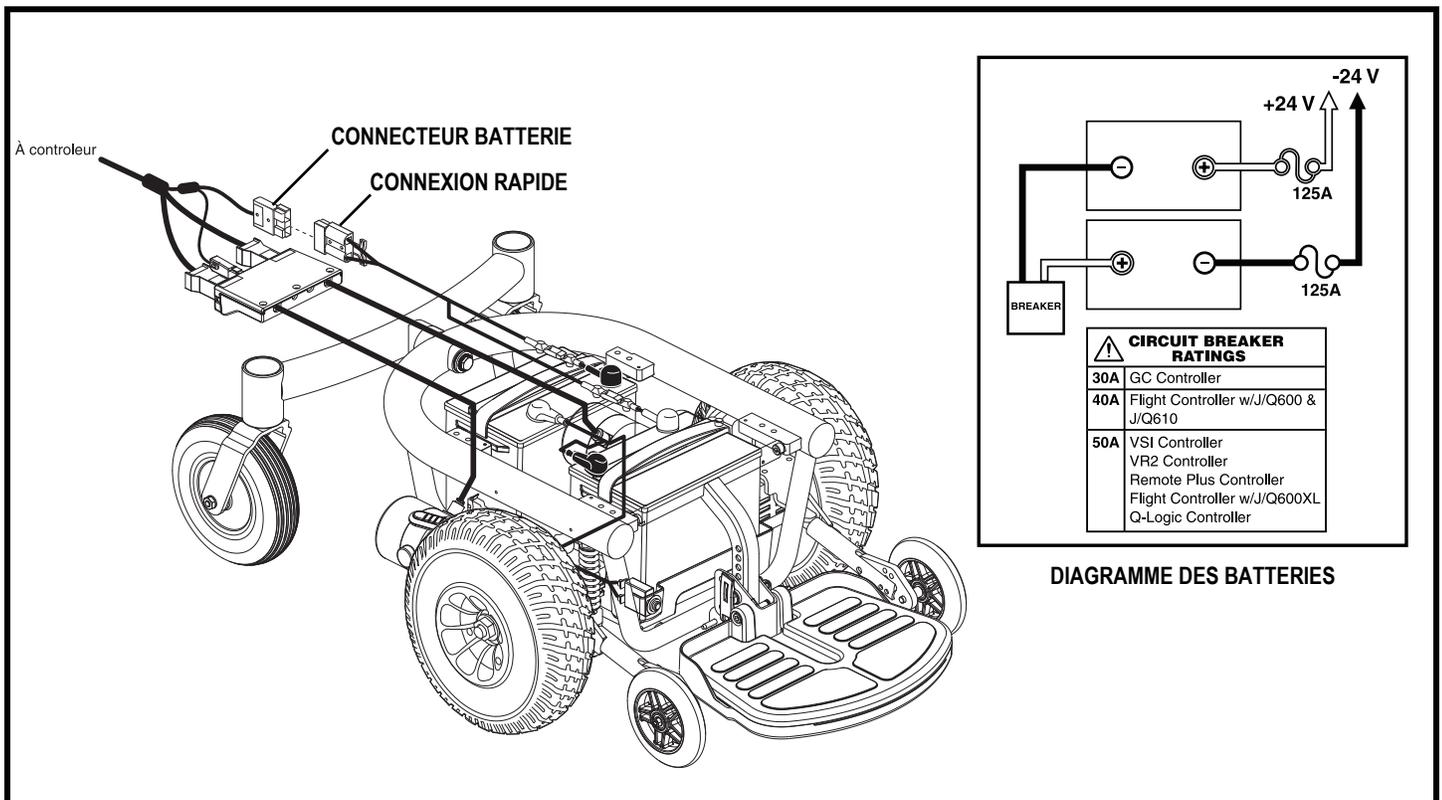

Figure 29. Branchements des batteries du Quantum 1103 Ultra
Un diagramme est imprimé sur un autocollant situé sur la boîte à batteries. Voir la figure 29. Voir la section VI. "Batteries et recharge" pour connaître les spécifications des batteries.
5. Débranchez le connecteur à batteries. **Voir la figure 29.**
18. Rebranchez la batterie avant avec son câble. **Voir la figure 29.**
19. Rebranchez la batterie arrière avec son câble. **Voir la figure 29.**